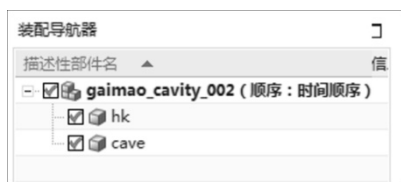
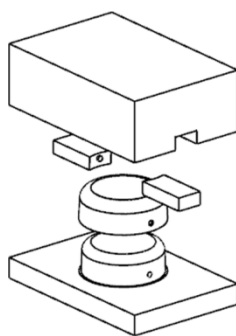

图 4-25 创建另一个下层文件
图 4-26 爆炸图
- (41) 在【新建级别】对话框中单击“指定部件名”按钮。
- (42) 在对话框中将“名称”设为“cave”。
- (43) 单击“确定”按钮，在“部件导航器”中创建另一个下层文件，如图 4-25 所示。
- (44) 在横向菜单中选取“窗口”选项，选取“gaimao_top_000.prt”，打开 gaimao_top_000.prt。
- (45) 选取“菜单 | 装配 | 爆炸图 | 新建爆炸图”命令，在【新建爆炸图】对话框中“名称”选取默认的名称“Explosion 1”。
- (46) 选取“菜单 | 装配 | 爆炸图 | 编辑爆炸图”命令，移动各零件，所得爆炸图如图 4-26 所示。